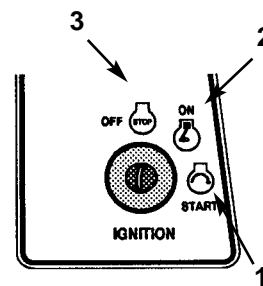

Fig. 10
6. Girate la chiave di accensione in senso orario e tenetela in posizione "START" (Fig. 10). Quando il motore si avvia, rilasciatela.
2. Girate la chiave di accensione in posizione "OFF" (Fig. 10).